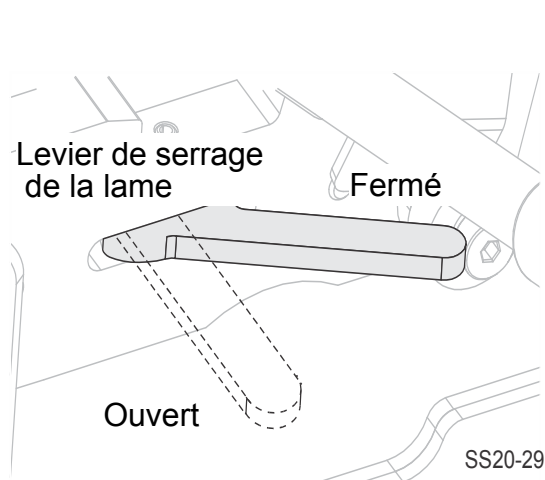
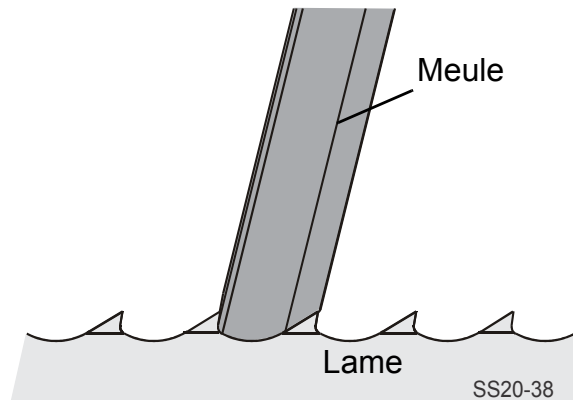

FIG. 3-2
FIG. 3-5
- Montage de la lame dans l’Affûteuse & Avoyeuse. Ouvrez le dispositif de serrage de la lame et placez la lame entre les plaques de serrage avec le bord inférieur de la lame sur les axes d’appui de lame. Ajustez la hauteur du guide arrière de façon à ce que le bas de la lame soit approximativement de niveau avec le bord inférieur de la lame dans l’affûteuse. Voir fig. 3-2
2. **Ajustez la lame dans le sens droite-gauche.** Abaissez la meule pour aligner la lame dans la gorge de la dent de lame. Voir fig. 3-5. Fermez le levier de serrage de la lame pour maintenir la lame correctement en place. Voir fig. 3-2.
Revérifiez la position avec la meule. Voir fig. 3-5 .